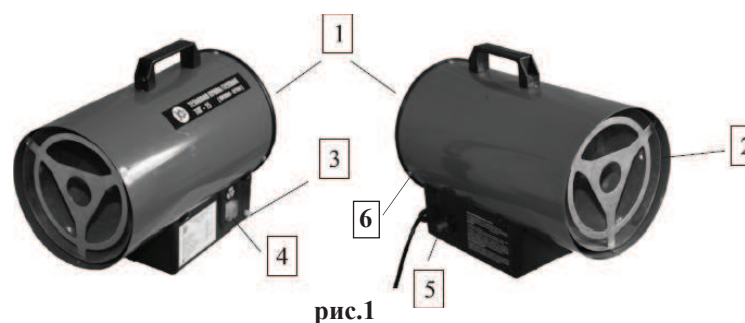

рис.1
Общий вид тепловой пушки схематично представлен на рис.1
- установите выключатель вентилятора 4 (рис.1) в положение «Вкл.»;
- нажмите кнопку газового клапана 3 (рис.1) и одновременно многократно нажмите кнопку пьезоэлектрического поджига 5 (рис.1) до тех пор, пока не загорится пламя горелки. После того, как зажигание сработало, продолжайте держать кнопку газового клапана примерно 10 секунд;
- если зажигание затруднено или нерегулярно, прежде чем повторять действие, следует убедиться, что вентилятор не заблокирован, а воздухозаборник 1 (рис.1) и сопло выхода горячего воздуха 2 (рис.1) свободны.
- после того, как пламя погасло установите выключатель вентилятора 4 (рис.1) в положение «Выкл.»
- для данного режима необходимо отсоединить газоподводящую трубку 6 (рис.1) от тепловой пушки;
- установите выключатель вентилятора 4 (рис.1) в положение «Вкл.»